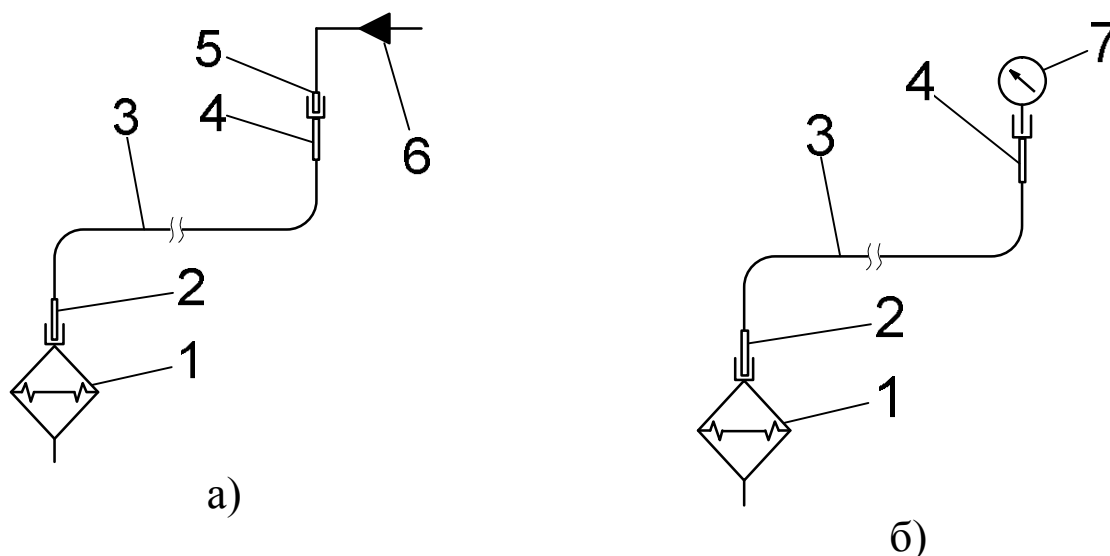

Рисунок 8 – Схема заправки разделителя с длинной измерительной линией: а – прокачка, б – установка измерительного прибора:
Заправка разделителя в комплекте с длинной измерительной линией поясняется рисунком 8. В выходное резьбовое отверстие разделителя 1 вворачивается штуцер 2, приваренный к подводящему трубопроводу 3. В приварной ниппель с накидной гайкой 4 вворачивается штуцер 5 под заправку нейтральной жидкостью 6 (рисунок 8,а). После заправки магистрали с разделителем штуцер 5 заменяется на измеритель давления 7 (рисунок 8,б). Заправка разделителя с длинной измерительной линией производится следующим образом:
1) В ниппель с накидной гайкой 4 ввернуть штуцер 5 для заправки сборки «разделитель – трубопровод – измеритель давления» нейтральной жидкостью (рисунок 8, а).
8) Дозалить штуцер 4 нейтральной жидкостью и вернуть в него измеритель давления 7 (рисунок 8, б).